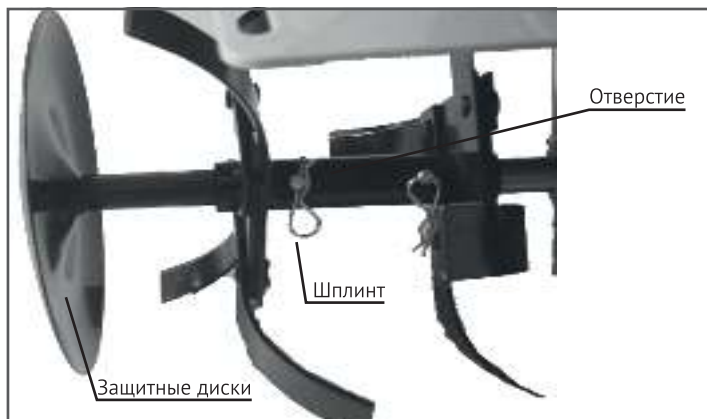

Рис.4
Установка защитных дисков (Рис.4)
- При замене фрез вначале удаляется наружный шплинт и наружная фреза, а затем, внутренний шплинт и внутренняя фреза. См. Рис.4.